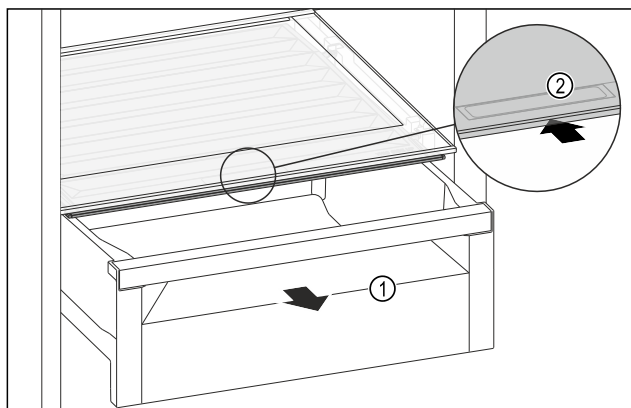

Fig. 147
- ▶ Izvucite ladicu Fig. 147 (1).
- ▶ Primite ručku Fig. 147 (2) na poklopcu pretinca i istodobno povucite poklopac pretinca prema natrag.